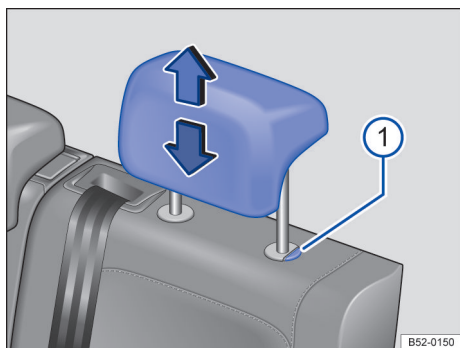

Fig. 69 Apoio para cabeça traseiros: ajustar.
- Deslocar o apoio para cabeça para cima ou para baixo na direção da seta com o botão → Fig. 69 ❶ pressionado → ▲ em *Introdução ao tema* na página 84.